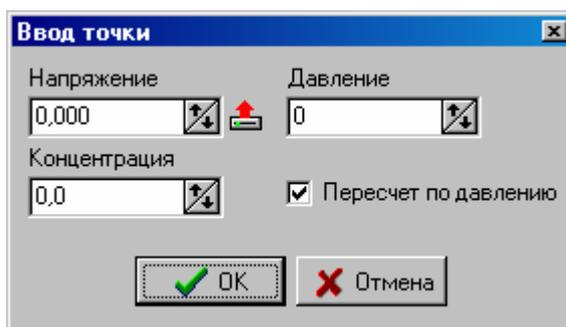

Рисунок 7
- d Нажать кнопку  или , в зависимости от того к какому каналу подключен калибруемый преобразователь. В открывшемся окне (см. Приложение, рисунок 7) с помощью кнопки  считать значение напряжения сенсора и ввести в поле O2 величину концентрации кислорода в подаваемой образцовой газовой смеси в об.%. Нажать кнопку ОК.